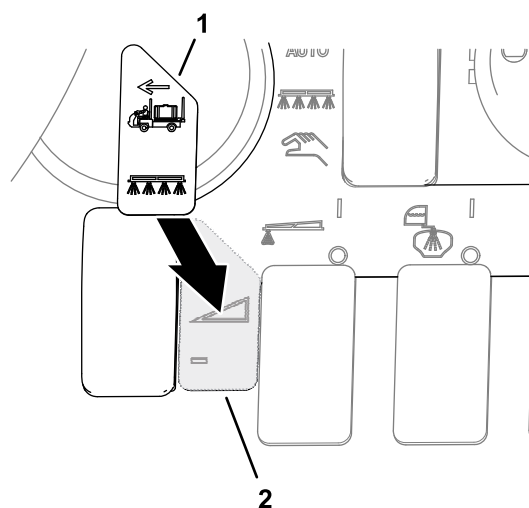

**Figura 85**
2. Alinhe o interruptor de 2 posições com o ombro do interruptor (Figura 85) alinhado com a parte superior do painel de instrumentos.
3. Insira o interruptor de 2 posições no orifício do painel de instrumentos (Figura 85).
1. Remova o tampão do painel de instrumentos, como se mostra na Figura 85.